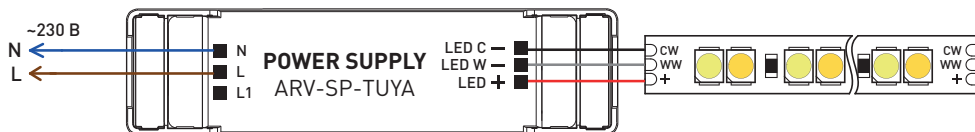

Рис. 2. Схема подключения двухканального источника питания (для арт. 052988, 052990)
- 3.7. Подключите светодиодную нагрузку согласно схеме, поставленной с этой нагрузкой, к выходным клеммам источника питания со стороны **OUTPUT**, строго соблюдая полярность: «общий +» на нагрузку — к «плюсовому» выходу источника (LED+), «холодный белый -» на нагрузку — к «минусовому холодному белому» выходу источника (CW-), «теплый белый -» на нагрузку — к «минусовому теплому белому» выходу источника (WW-) (пример подключения на рис. 2).